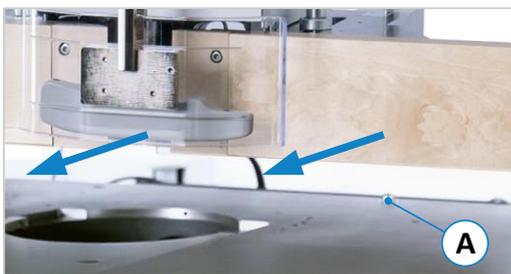

Abbildung 22: Mittig über Frässpindel bewegen
- Bewegen Sie den Anschlag mithilfe einer zweiten Person, mit einem geeigneten Hebezeug oder mit der optionalen Wegschwenkvorrichtung über den Maschinentisch, so dass er sich ungefähr mittig über der Frässpindel befindet (⇒ Abbildung 22).
- Stellen Sie sich nun auf die Maschinenrückseite und ziehen den Anschlag mit der Schwalbenschwanz-Führung (S) so nahe wie möglich gegen den Arretierbolzen (A).